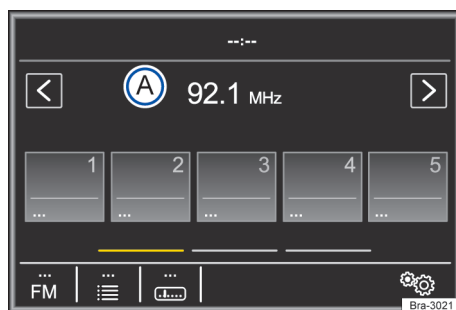

Fig. 126 Menu principal do rádio.
Funções dos botões de estação → Fig. 126
Trocar o grupo de botões de estação	<p>Passar o dedo sobre o display, na área dos botões de estações → Fig. 126, da direita para a esquerda ou da esquerda para a direita.</p> <p>Os botões de estação são exibidos em grupos para, respectivamente, 5 superfícies de função (1) até (5), (6) até (10) e (11) até (15).</p>